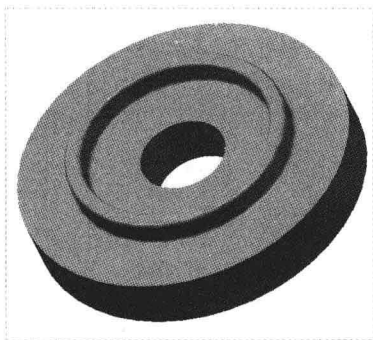

图 4-13 图形文件
Step 01 按【Ctrl+O】组合键，打开图形文件，如图 4-13 所示。